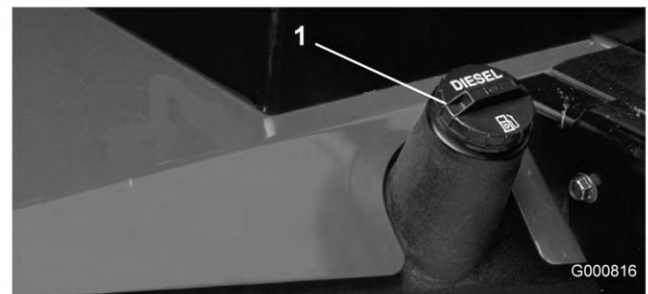

Bild 34
3. Schrauben Sie den Tankdeckel ab (Bild 34).